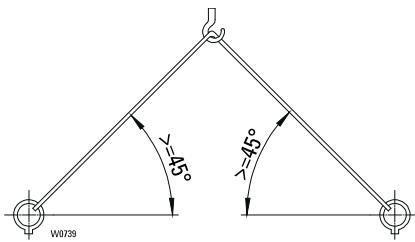

Fig. 1
- Los puntos de suspensión están contruidos para una tracción oblicua de máx. = 45°, véase **Fig. 1**.